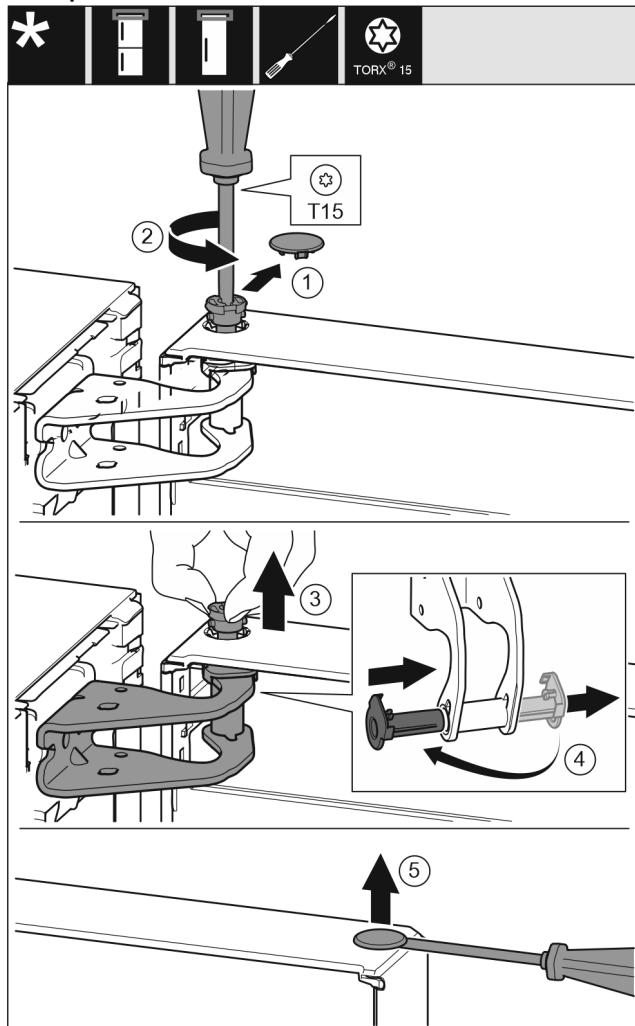

Fig. 7
- Atsargiai nutraukite apsauginę dengiamąją plokštelynę. Fig. 7 (1)
- Šiek tiek išsukite varžtus atsuktuvu T15. Fig. 7 (2)
- Tvirtai laikykite duris ir ištraukite varžtą pirmstais. Fig. 7 (3)
- Ištraukite guolio jvorę iš kreipiamosios. Įstatykite iš kitos pusės ir užfiksuojite. Fig. 7 (4)
- Kaištį atsargiai pakelkite išdrožiniu atsuktuvu iš durų guolio jvorės ir jį ištraukite. Fig. 7 (5)